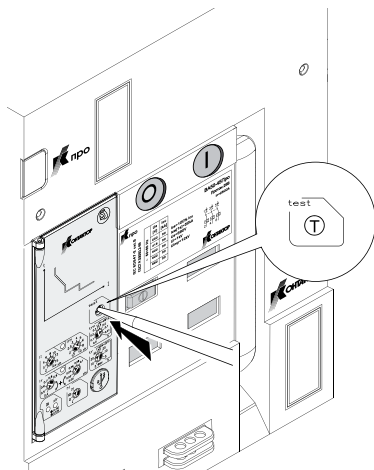

Рисунок 19. Кнопка проверки работоспособности электронного расцепителя
2.3.1 В правой части лицевой панели электронного расцепителя тока (см. рисунок 19 расположена кнопка проверки работоспособности выключателя и электронного расцепителя).